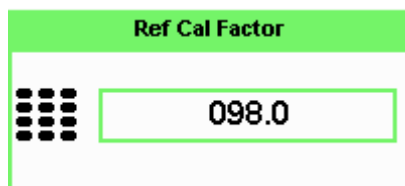

図 8-5 Reference Calibration Factor ポップアップ・ウィンドウ
- 4 設定を変更するには、チャンネルの **REF CF** を押します。基準校正係数ポップアップ・ウィンドウが図 8-5 のように表示されます。テンキーを使って、**Ref Cal Factor** ポップアップ・メニューで必要な値を入力します。